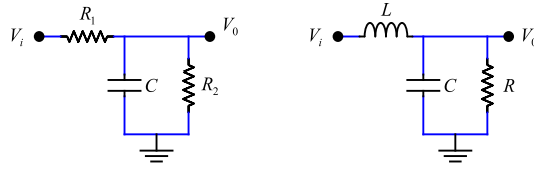

Figura 2-17
**Problema 29** Donats els circuits de la Figura 2-17, determineu la funció de transferència  $H(s) = \frac{V_0}{V_i}$  per a cada un d'ells. Obteniu-ne la resposta impulsional.